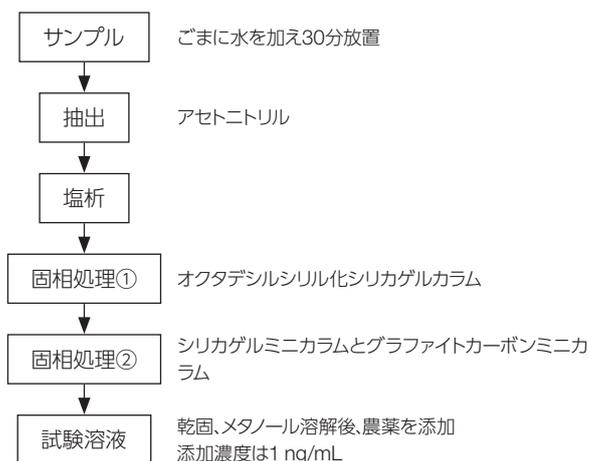

図1: サンプル前処理フロー
抽出しました。その後、塩析を行い、①オクタデシルシリル化シリカゲルカラム、②シリカゲルミニカラムとグラファイトカーボンミニカラムで固相処理を行った後、減圧乾固、メタノールで溶解し、試験溶液としました (図1)。